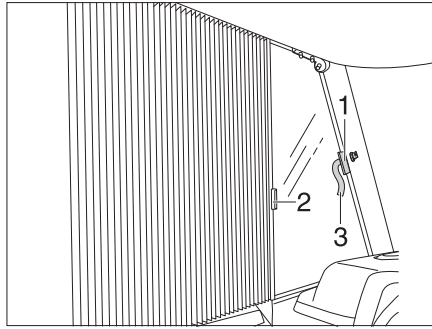

Bild 14 Säkra plisségardiner förar-/passagerarfönster
- Skjut plisségardinerna för förarfönstret och passagerarfönstret under skydden med hjälp av handtagen (Bild 14,2) och säkra med kardborrbanden (Bild 14,1 och Bild 14,3). Plisségardinen är säkrad.